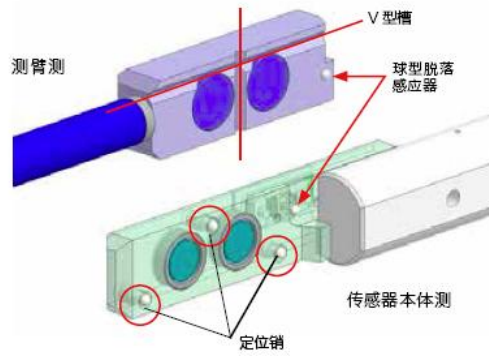

图1
- 2.1.1 标配具有传感器脱落感知的快换测臂, 通过3点定位球销和V型槽结构定位, 具有安装、卸载方便快捷, 重复定位精度高, 更换测臂无需重新校正的特点。详见图1